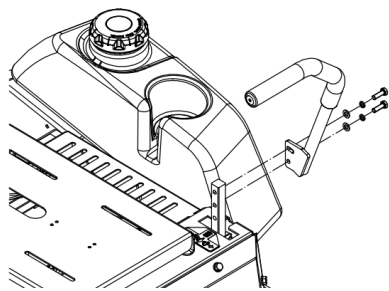

Fig. 5
2. Placez le levier à l'extérieur de l'arbre du bras de commande et fixez-le avec des boulons et des rondelles (reportez-vous à la Fig. 5), serrez jusqu'à ce qu'il soit bien ajusté. Répétez l'installation de l'autre côté de la machine.